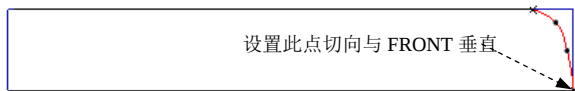

图 10.5.41 设置法向约束
④ 选取图 10.5.41 所示的端点，然后单击操控板上的 **相切** 按钮，在其界面中选择切向为 **法向**，并选取 FRONT 基准面为法向参考平面（此端点处的切线方向与 FRONT 基准面垂直）；在 **长度** 文本框中输入切线的长度值 3.0，并按回车键。